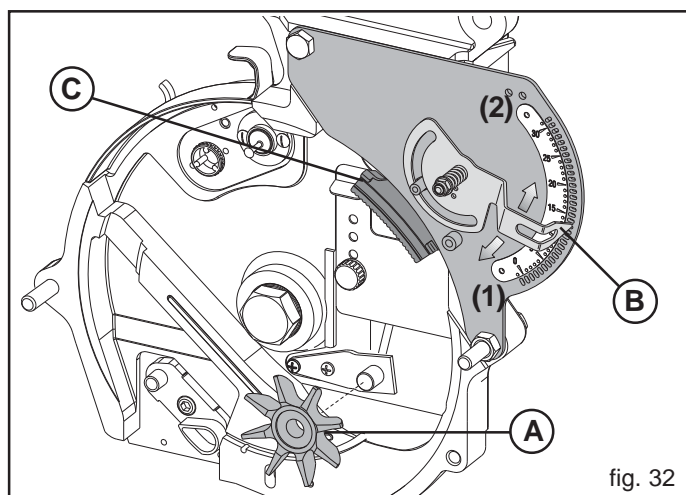

fig. 32
La Empresa Fabricante suministra el agitador de semillas (desmontado) para un distribuidor individual (A, Fig. 32).
Desplazando el indicador (B, Fig. 32) se controla un cursor (C, Fig. 32) que roza el disco en proximidad de los agujeros, provocando la caída de las semillas en exceso.
El selector se regula tras cada cambio de semilla y disco, hacia los números bajos para las semillas pequeñas (1, Fig. 32) vice-versa para las semillas gruesas (2).
IMPORTANTE: el selector no regula la capacidad del flujo de aire en el distribuidor; sustituya el cursor (C, Fig. 32) cuando se cambia el tipo de siembra (una hilera, dos hileras o tres hileras).